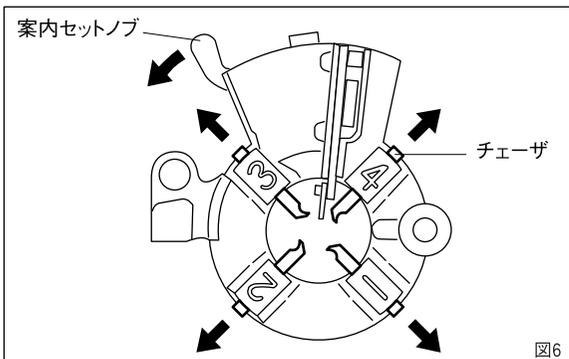

図6
a. チェーザの取外しかた (図6)
- ① ダイヘッドをオープン(切上レバーがブロック溝から外れ、チェーザが開いた状態)にしてください。
- ② 位置決めノッチを位置決めピンから外し案内セットノブを図6の矢印の方向へいっぱいに引きますと、3番4番のチェーザが取外せます。
- ③ ダイヘッドを起すと1番と2番のチェーザが取外せます。